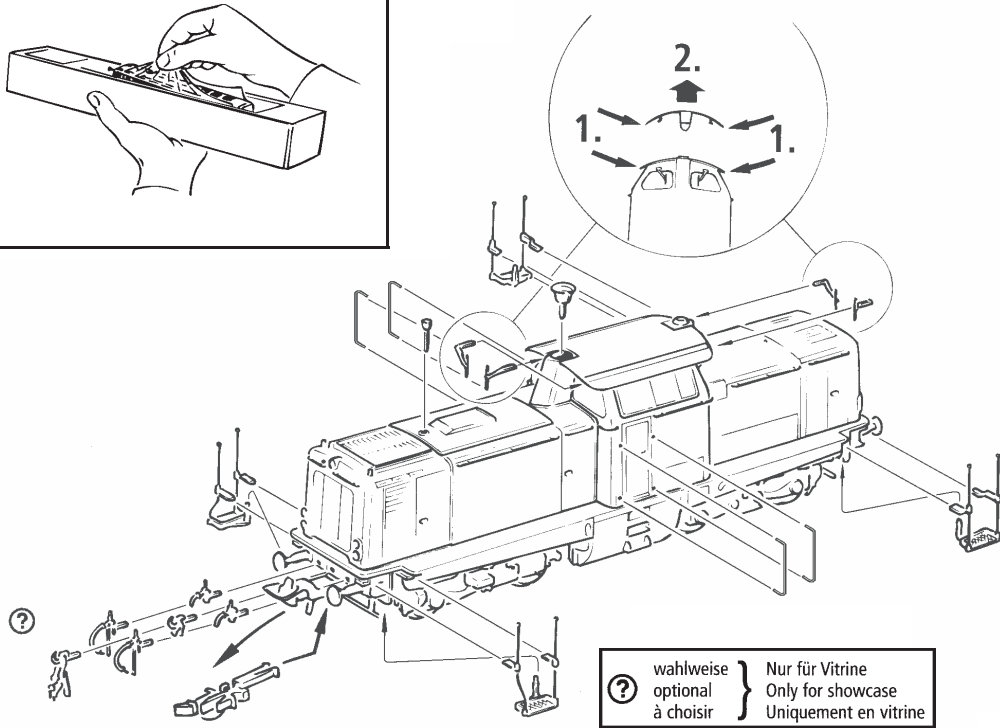

Fig. 3
Mehrzugbetrieb: Zuerst Lokgehäuse abnehmen (Fig. 3). Danach den Brückenstecker aus der Schnittstelle entfernen (diesen sorgsam aufbewahren). Danach den Stecker des Steuerbausteins lagerichtig einsetzen (siehe Fig. 9).
2. Schmierung: Versehen Sie die im Schmierplan in Fig. 7 gekennzeichneten Stellen mit nur **kleinen Öltropfen**. Dazu zuerst das Lokgehäuse abnehmen (Fig. 3). Wir empfehlen den ROCO **Öler Art.-Nr. 10906**. Fürs Schmieren der Getriebeteile (Zahnräder, Schnecke) empfehlen wir das **ROCO-Spezialfett Art.-Nr. 10905**. Im Falle der Schmierung diese Teile **nicht ölen**.
4. Kohlebürstenwechsel: Lokgehäuse abnehmen (Fig. 3). Danach wird der Motor ausgebaut und die Kohlebürsten ausgewechselt (Fig. 6).
2. Lubrication: Apply **tiny oil drops** to spots marked in fig. 7. Prior to lubrication dismantle locomotive (fig. 3). We recommend using item no. **10906, Roco oiler**. For lubrication the gearparts (e.g. cogwheels, worm) we would recommend our Roco **special grease** (item no. **10905**).
4. Carbon Brush Changing: First remove loco body (fig. 3), and then the motor (fig. 6).